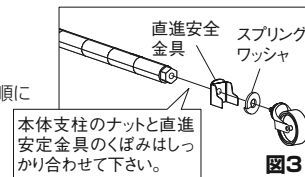

図3
- ①4本の支柱の内、2本に直進安定金具を取付けます。図3のように直進安定金具、スプリングワッシャ、キャスターの順に支柱のナット部分にはめ込み、板スパナで締めます。